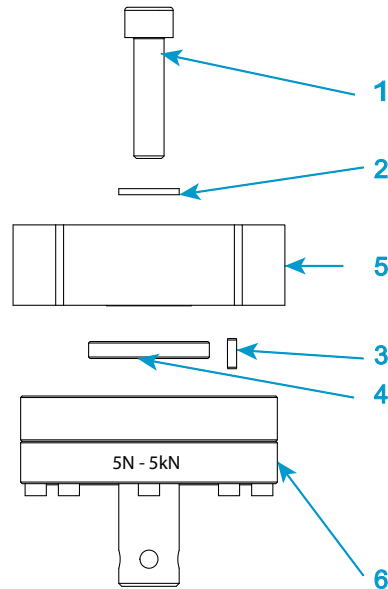

Figure 17. Installation des capteurs de force de série 2530 – capacité 5 N jusqu'à 5 kN
Légende pour Figure 17
1. Consultez la Figure 17 à la page 89 et sa légende.